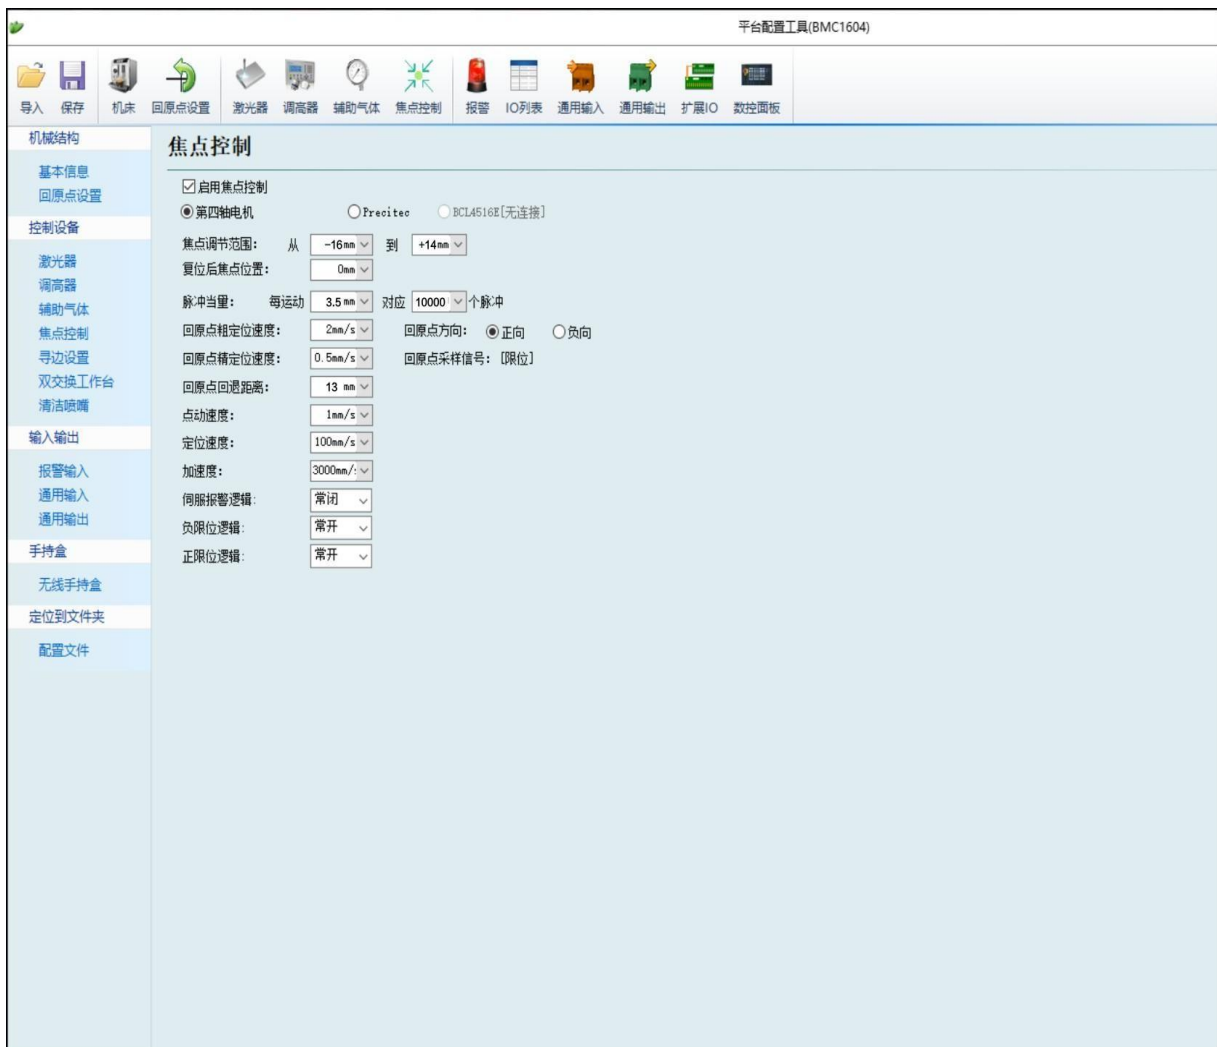

图3.4
- ① 打开软件配置平台，设置焦点回退距离30mm，使聚焦焦点在零刻度位置（以柏楚为例）如图3.4所示。